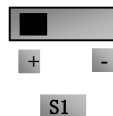

图 5-6
- (7) E2000-Q 控制板端子附近有一拨动开关 S1，如图 5-6，S1 选择 AI1 通道的电压输入范围，拨到“+”端，AI1 的输入范围是 0~10V，拨到“-”端，AI1 的输入范围是-10~10V，具体拨码开关 的